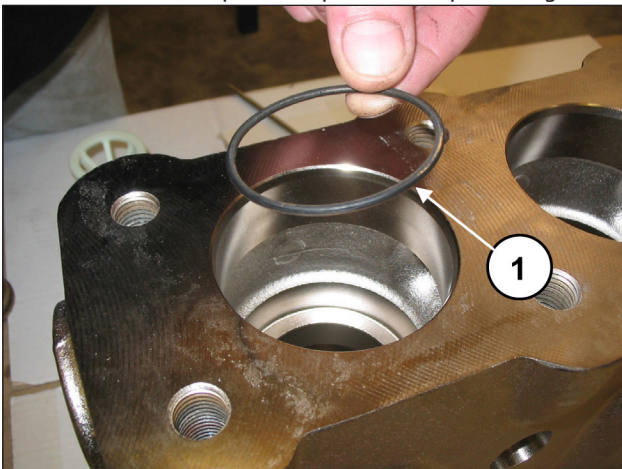

Fig. 112
Insira o anelo circular, pos. de explosão nº. 6 (pos. ①, Fig. 112).